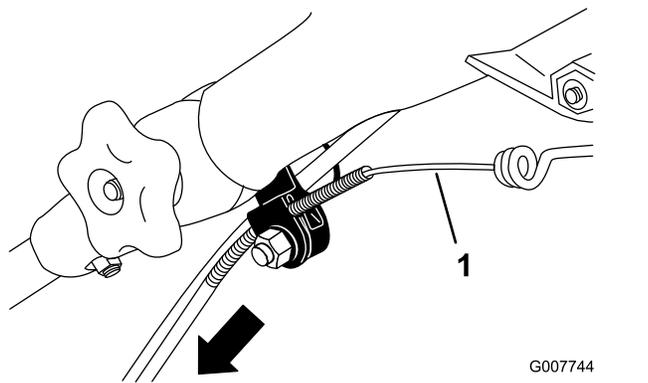

Figura 47
3. Tirate verso il basso la guaina del cavo fino ad eliminare l'imbandito del cavo esposto (Figura 47).